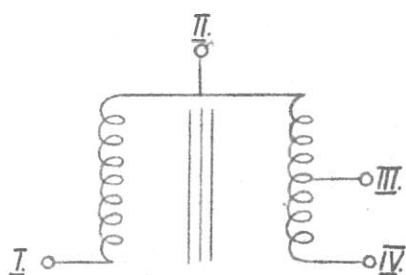

Рис. 2.
2. Дроссели TL1, TL2 и TL3 находятся у распределительного оборудования; они становятся доступными, если снять нижнюю доску распределительного цита. Эти дроссели предназначены для увеличения крутизны вольтамперной характеристики (рис. 4). Обмотка каждого дросселя разделена на 2 части (смотри рис. 2). Ответвление II в точке соединения половин дросселя и ответвление III, которое находится посередине второй части дросселя, обеспечивают постепенное уменьшение полного сопротивления дросселей для компенсации потерь напряжения, которое появляется вследствие старения элементов выпрямителя. Более точное изменение сопротивлений дросселей можно достигнуть изменяя воздушный зазор сердечника.